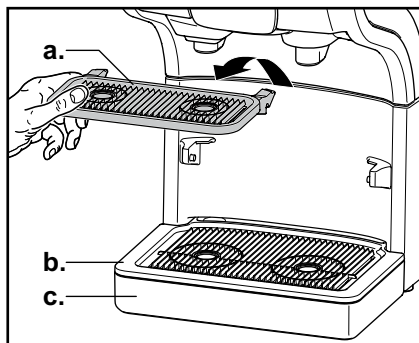

図49
2. カッププレート (a.)、ドリッププレート (b.)、ドリップトレイ (c.) を取り外してください。(図49)